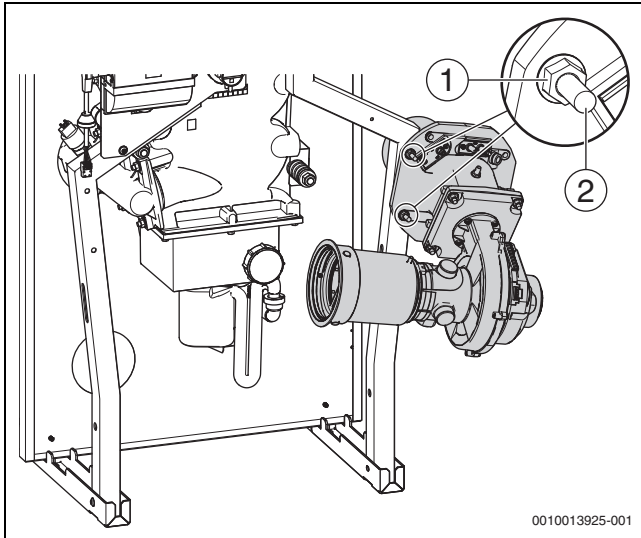

Рис. 44 Горелка в положении для обслуживания (монтаж справа)
- ▶ Наденьте горелку фланцем на смонтированные на заводе винты (→ рис. 44, [2]) и закрепите двумя прежде снятыми гайками (→ рис. 43, [1]).